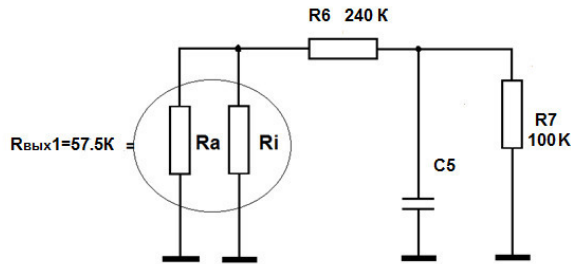

Рис.23. Эквивалентная схема для расчета цепи коррекции τ_1 .
1. Расчет (приводится по эквивалентной схеме) цепи формирования $\tau_1=50\mu\text{с}$, приведенной на рис.23.